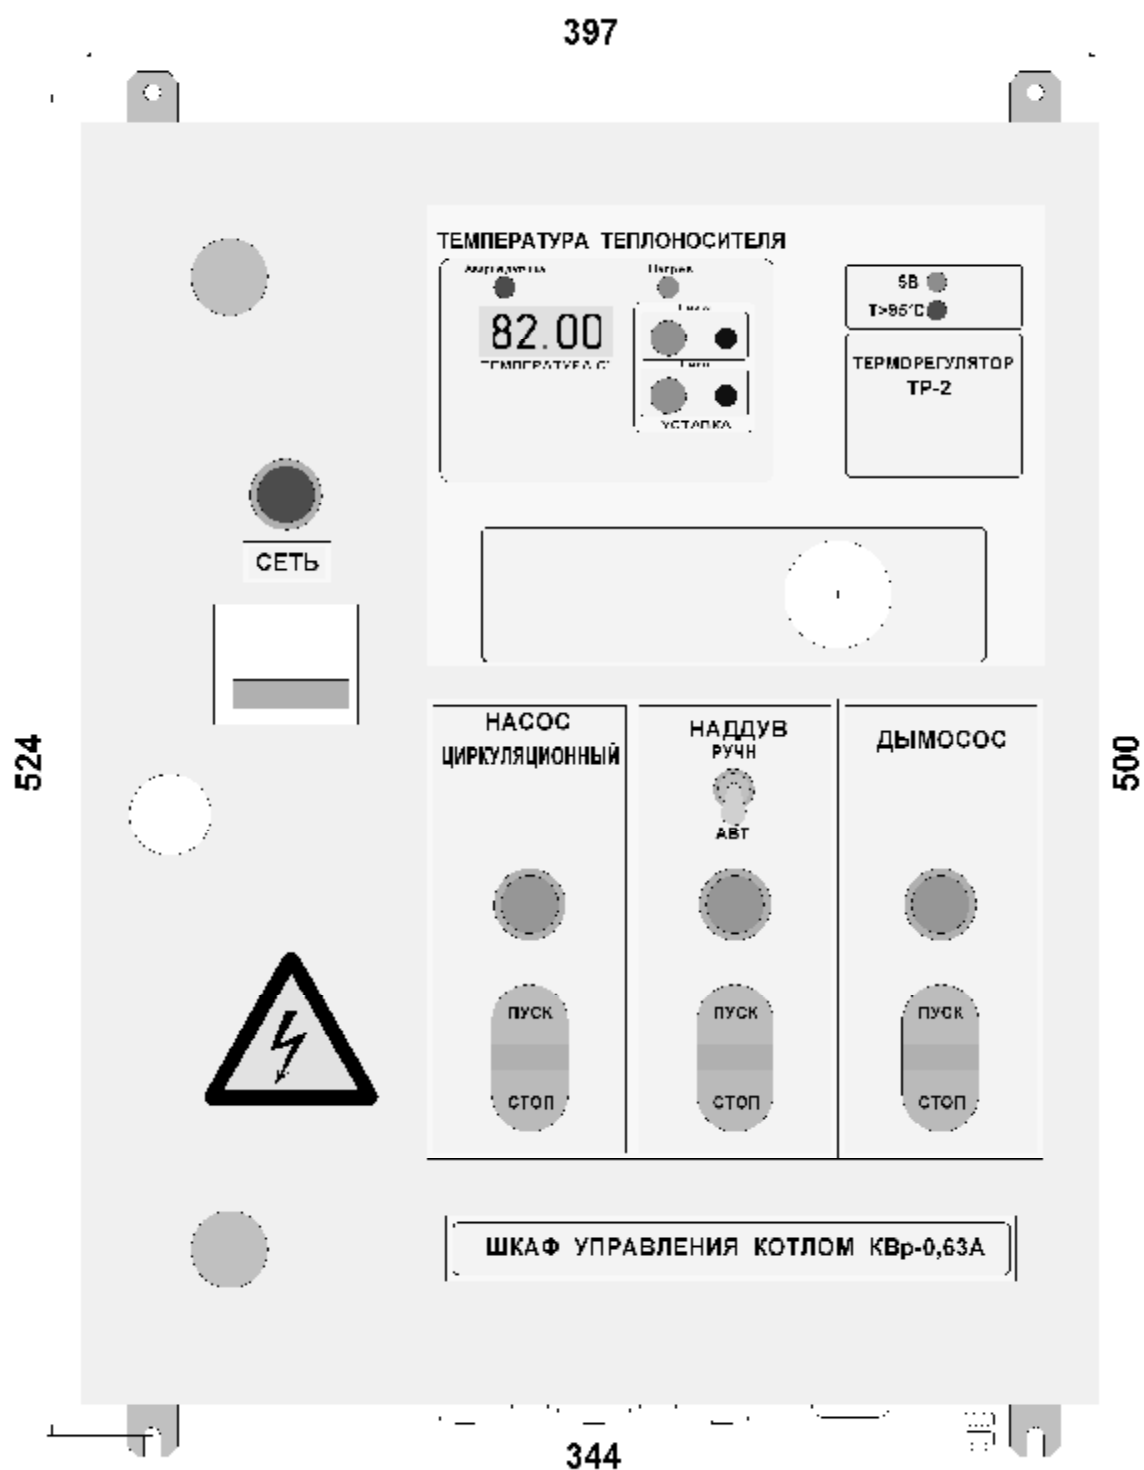

Рис. 1
4.3. Внешний вид лицевой панели ШУ, а также габаритные и присоединительные размеры изображены на рис. 1.